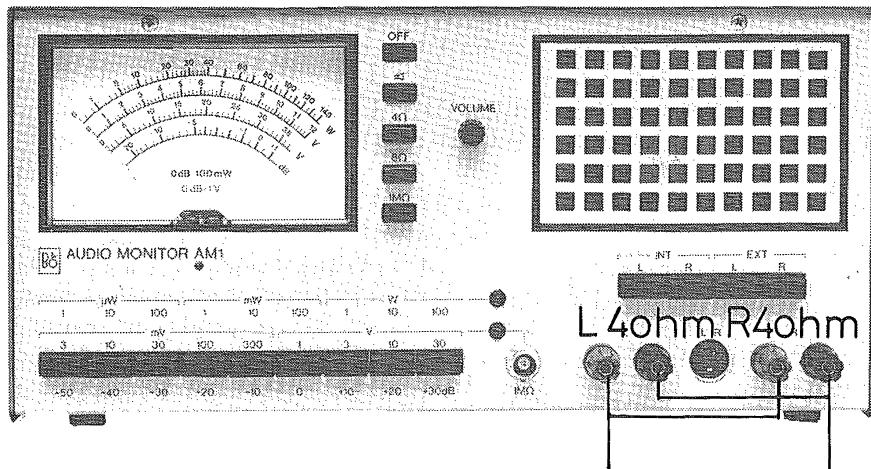
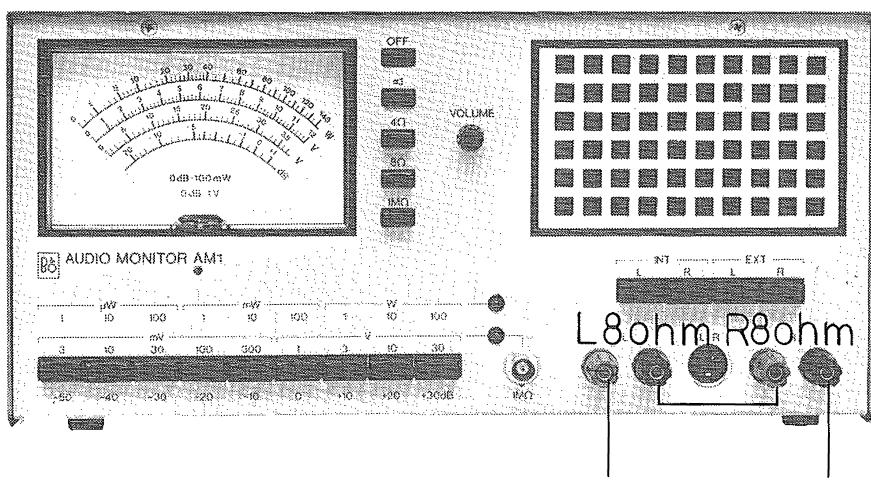

Fig. 4
Fig. 5
Den ønskede belastningsimpedans vælges med funktionsomskifteren (6) til henholdsvis $2 \times 4 \text{ ohm}$ eller $2 \times 8 \text{ ohm}$. Samtidig tændes indikatorlampen (13). Ved omkobling af indgangene er det endvidere muligt at opnå en belastningsimpedans på $1 \times 2 \text{ ohm}$ (fig. 4) eller $1 \times 16 \text{ ohm}$ (fig. 5). I så fald måles der kun på den ene kanal, hvorfor måleresultatet skal multipliceres med 2.